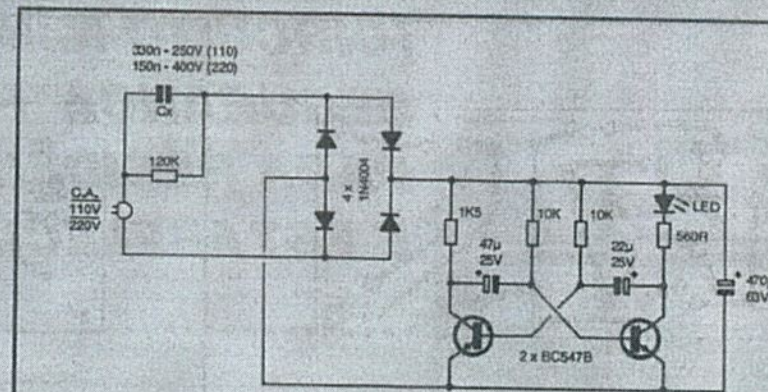

Fig.1
- FIG. 1 - DIAGRAMA ESQUEMÁTICO DO CIRCUITO - O "miolo" eletrônico da câmara falsa, obviamente não contém complexos circuitos de vídeo...! Apenas um despretenhoso FLIP-FLOP transistorizado, um mero ASTÁVEL baseado em dois BC547B, ambos polarizados em base por resistores de 10K, e com o mútuo acoplamento (da base de um para o coletor de outro, e vice-versa...) feito pelos capacitores eletrolíticos de 47u e 22u (essa desproporção entre os ditos capacitores permite um ciclo ativo "estreito", não simétrico, garantindo um consumo médio de energia muito baixo no circuito, a despeito da boa luminosidade imprimida ao único LED controlado...). O transistor da esquerda, no diagrama, tem como carga de coletor um simples resistor de 1K5... Já o da direita comanda o LED, via resistor limitador de 560R... Com os valores R e C envolvidos, a Frequência final de "piscagem" do LED fica entre 2,5Hz e 3Hz, um ritmo bastante apropriado para "chamar a